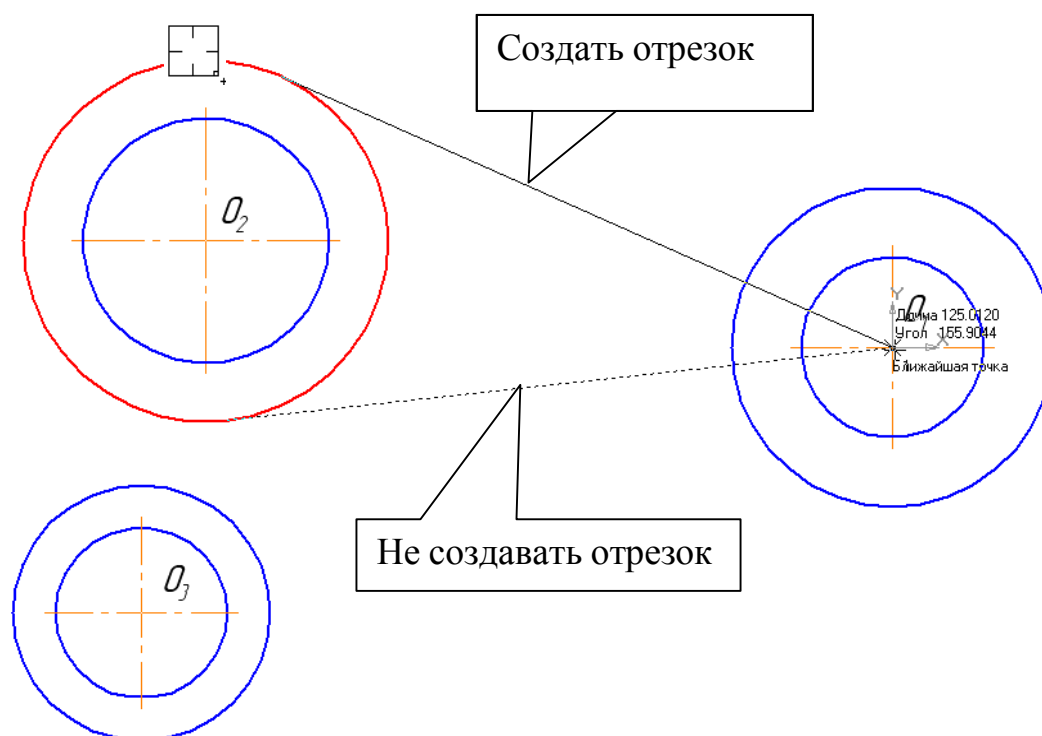

Рис. 2
2. Постройте окружности, рис. 2.
1. С помощью команды **Ввод окружности**  постройте две окружности с центром в начале координат (O_1), рис. 2, радиусами: $R17$ и $R30$. Для этого подведите курсор к началу координат и зафиксируйте положение центра нажатием левой кнопки мыши, нажмите кнопку **Запомнить состояние**  на Панели специального управления. Введите с клавиатуры значения: «17» [Enter], «30» [Enter]. Постройте две окружности с центром, имеющим координаты $O_2(-128, 20)$ и соответственно радиусы: $R23$ и $R34$. Выполните центровые линии (**Обозначение**  – **Обозначение центра** ) на окружностях, имеющих меньший радиус, рис. 2.